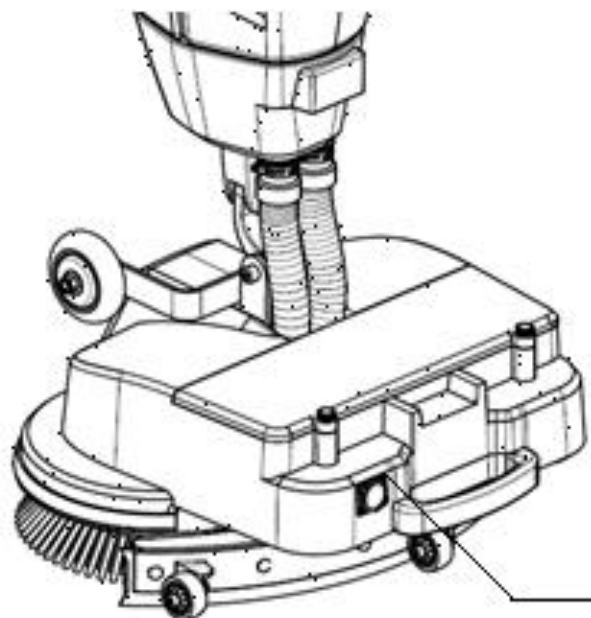

Рис.3. Разъем для подключения зарядки
7. Подключите шнур питания к розетке. Индикатор зарядного устройства горит красным (рисунок 3).